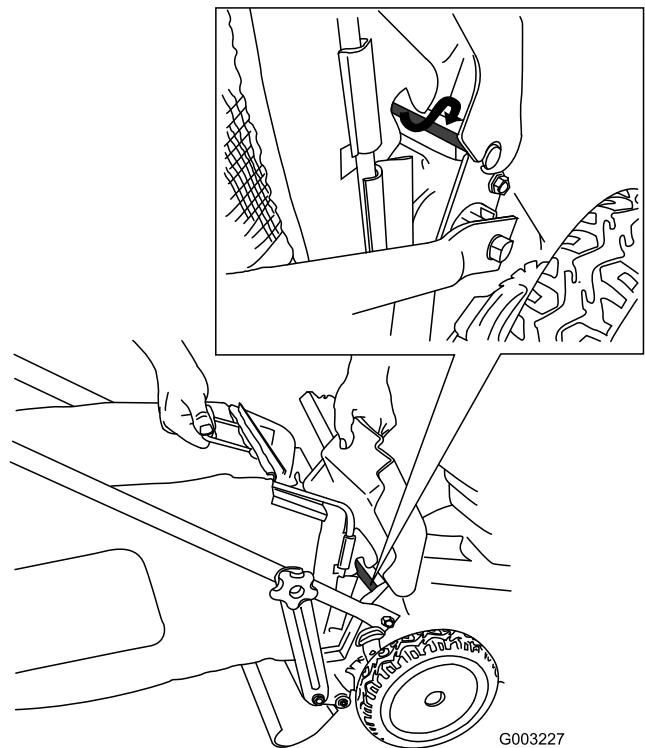

Figure 30
4. Montez le bac sur la tige du volet (Figure 30).